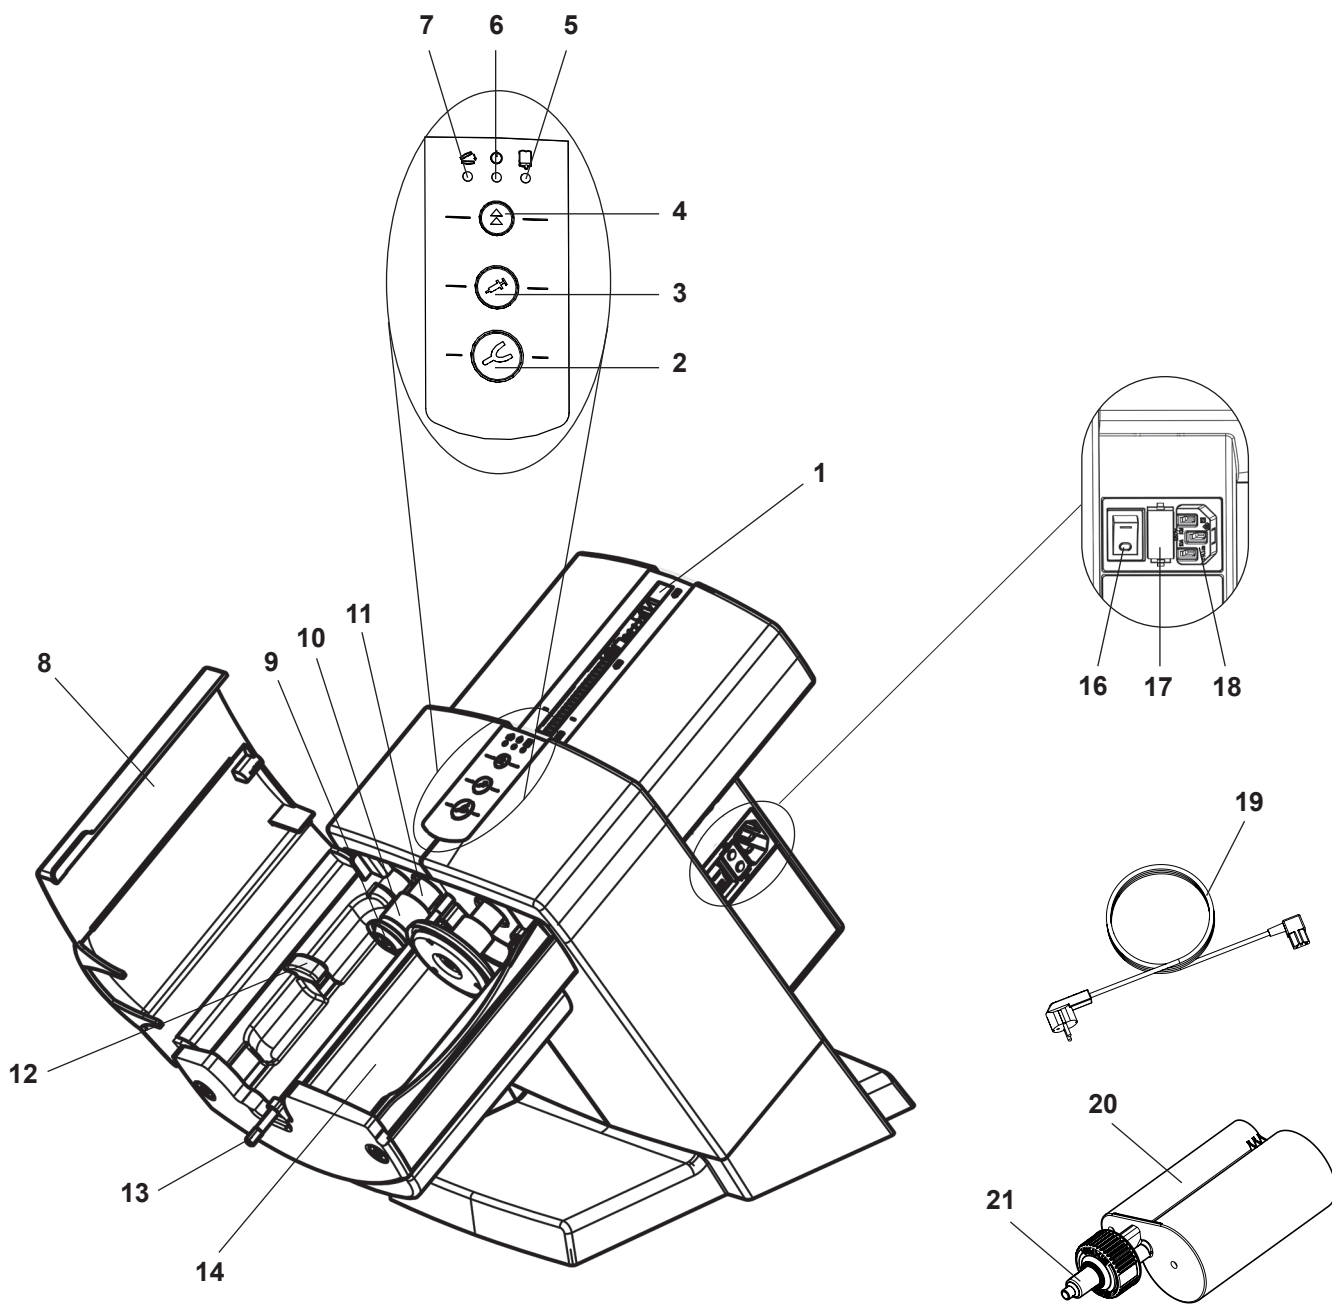

図 1
- ⇒ 同梱の電源ケーブル(19、図1)を電源プラグ(18)に差し込みます。
- ⇒ 本体カバー(8、図1)を閉じて下さい。
- ◆ プッシュプレート(9、図1)は、出口位置に戻るまで走行し、そこで停止します。
カートリッジの交換のような挿入は、二つのプッシュプレート(9、図1)が出口位置にある場合にのみ実行することが可能です。
⇒本体カバー(8、図1)を閉じます。
⇒本体カバー(8、図1)を開きます。
⇒機器類フラップは、カートリッジが正しく設置された場合にのみ閉まります。機器類フラップがきちんと閉まっていない間、赤LED「機器類フラップが開いている」(7、図1)が点灯します。
◆ 混合六角ネジ(13、図1)は回転し始め、自動で混合ノズル(21、図1)を通り、再度停止します。